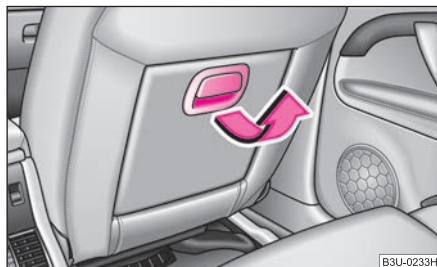

Fig. 58 Sedile lato passeggero: parte centrale a ribalta dello schienale
- Tirare la maniglia nel senso indicato dalla freccia ⇒ fig. 58 e far ruotare verso il basso la parte centrale dello schienale.